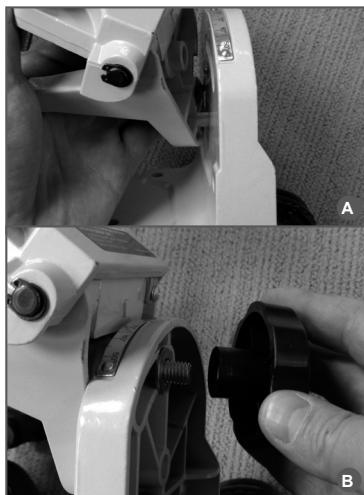

Рис. 2 Сборка рамы
- Соедините станину и подвижную части станка и закрепите их болтом и гайкой (Рис. 2).